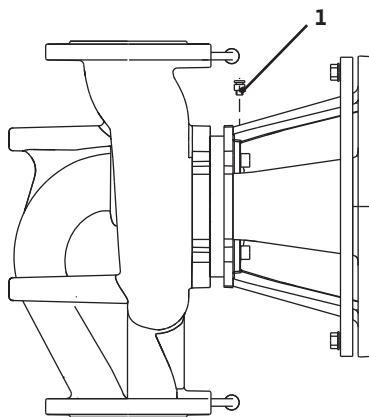

Fig. 34: Válvula de ventilación
- Purgar las bombas soltando las válvulas de ventilación (Fig. 34, pos. 1). La marcha en seco daña el cierre mecánico de la bomba. No purgue la sonda de presión diferencial (riesgo de daños).